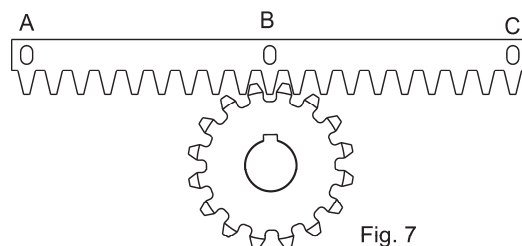
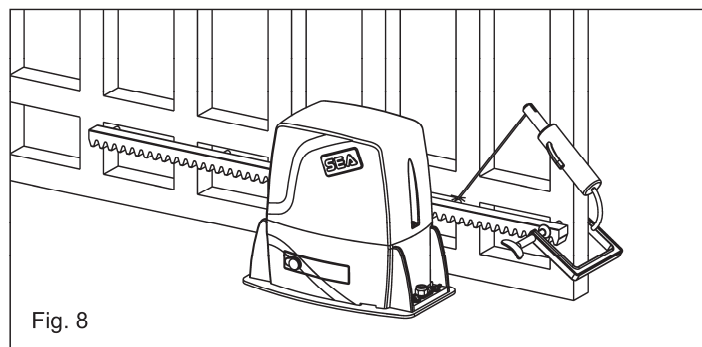

Fig. 7
Fig. 8
5.3. 按（图7）将一段齿条放在齿轮上面。让其平行于门的导轨，把中间的螺丝B临时焊在门上（图8）。